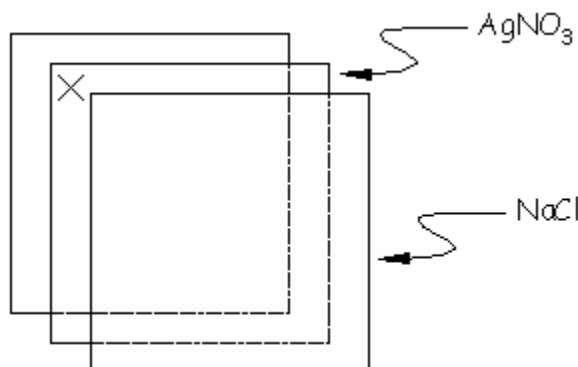

Figura 1
3. Escribe con lápiz una pequeña marca (X), en una esquina de esta hoja, pues es la que será la "película".
5. Vierte unas gotas de solución 0.1 M del cloruro de sodio (NaCl) en el centro de la hoja que ha quedado arriba (aproximadamente la misma cantidad de solución de AgNO_3 que utilizaste). (Figura 1.). Cuando la solución haya pasado hasta la hoja intermedia, retira la hoja marcada.